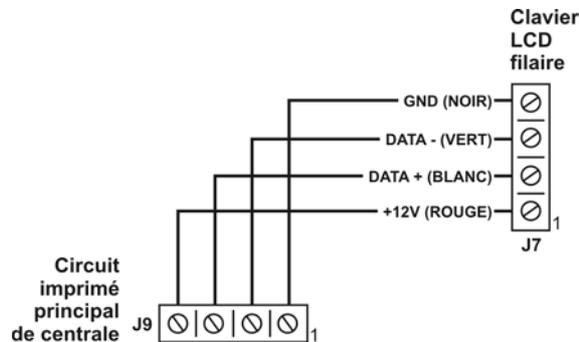

Figure 2.8: Connexions pour Clavier Filaire LCD
6. Connectez le bornier sur le clavier au bornier approprié sur le circuit imprimé principal de la centrale, comme dans la figure 2.8.